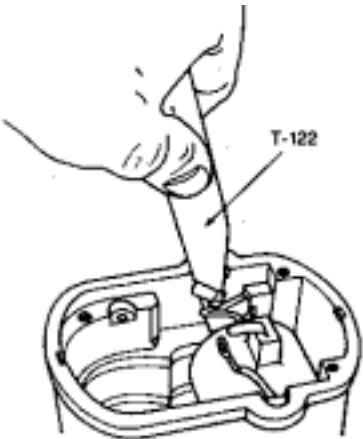

Figure 6.10
- B. A l'aide de l'outil T-122, enlever les cales de bobine et soulever celle-ci. (Voir figure 6.10)